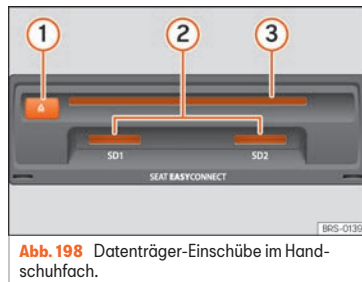

Abb. 198 Datenträger-Einschübe im Handschuhfach.
- CD nur so weit in den CD-Schacht » » **Abb. 198** ③ einschieben, bis sie automatisch eingezogen wird.
in den Speicherschacht »» Abb. 198 ② oder »» Abb. 173 ⑨ einschieben, bis sie einrastet.